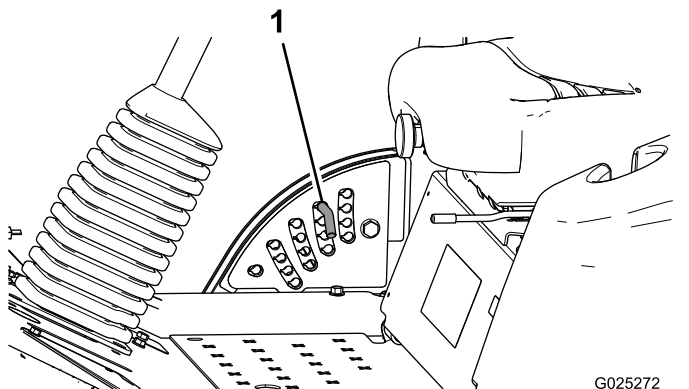

Figura 5
2. Gire el pasador hasta que el nervio quede alineado con las ranuras de los taladros del soporte de altura de corte y retire el pasador (Figura 5).
3. Seleccione un taladro del soporte de altura de corte que corresponda a la altura de corte deseada, inserte el pasador y gírelo para bloquearlo en esa posición (Figura 5).
Nota: Hay cuatro filas de taladros (Figura 5). La fila superior corresponde a la altura de corte impresa encima del pasador. La segunda fila